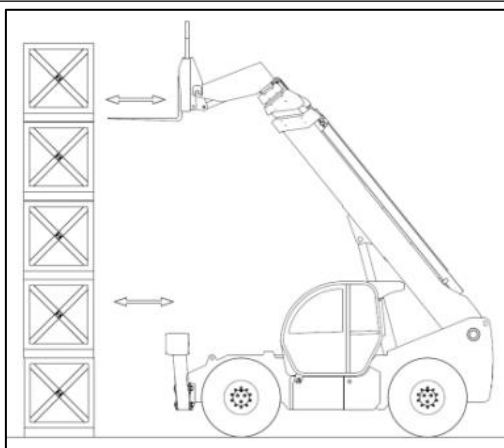

Рисунок 2-7
- 3) Установите транспортное средство перпендикулярно нагрузке, вилы расположите горизонтально (см. рис. 2-7), затем медленно перемещайтесь;